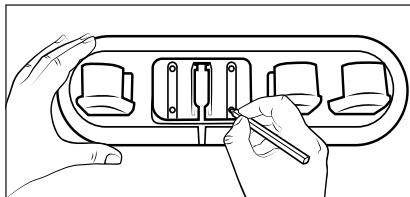

Fig. 5
- Utilisez le support pour accessoires 16 pour marquer les quatre trous à percer sur le mur (voir fig. 5).